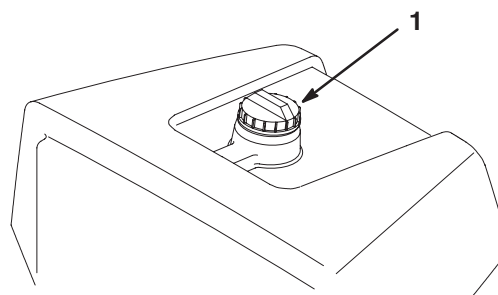

Figure 15
1. Nettoyez la surface autour du bouchon du réservoir de carburant et enlevez le bouchon (Fig. 15). Ajoutez suffisamment d'essence ordinaire sans plomb pour que le niveau se trouve à 25 mm au-dessous de la base du goulot de remplissage. L'espace au-dessus doit rester vide pour permettre à l'essence de se dilater. Ne remplissez pas le réservoir complètement.